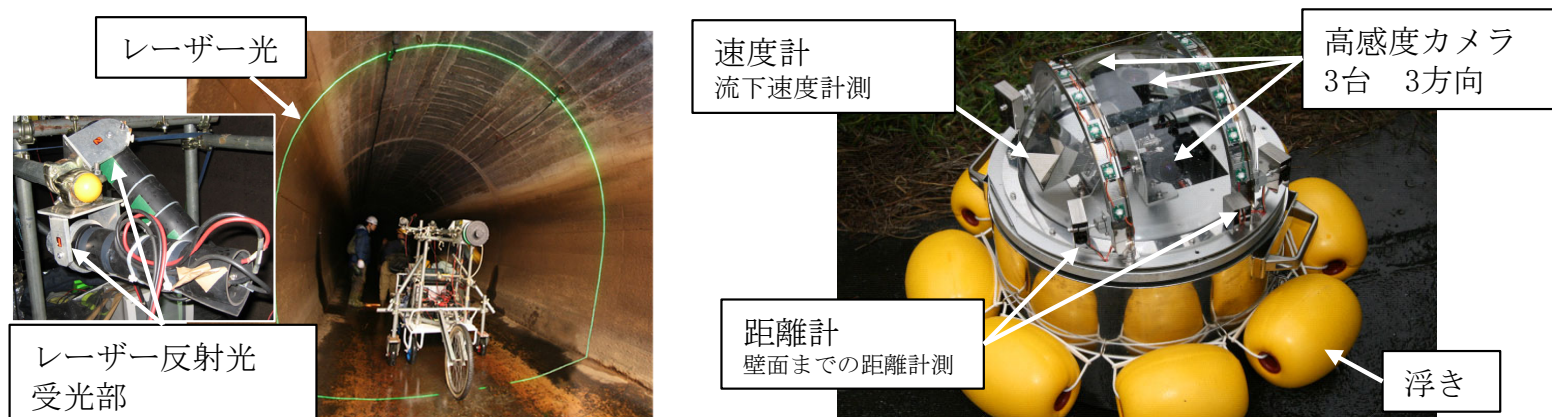

図1 点検装置（左：通水なし、右：通水状態）
2. 水路トンネル内部に水がない場合は、レーザー発射装置と、壁面に照射されたレーザーの反射光量を計測する装置を取り付けた車両（図1左）を通行させることにより、水路トンネル壁面のひび割れ、湧水などを映像として高精度に記録することが可能です。
3. 上水道や工業用水等と兼用されていて、断水することが困難な場合等、水路トンネル内部に水がある場合は、通水状態で内部の状況を確認する壁面画像撮影装置（図1右）が有効です。水路トンネル上流坑口から装置を流下させ、下流坑口で回収するまでの間、水路トンネル壁面を動画として記録します。流下中、装置が回転しても、カメラは壁面に正対する「自動追尾機能」を備えているので、見落としが発生しません。人が中に入らずに調査可能であり、地震後の点検にも有効です。この技術は、東日本大震災における水道用水路トンネルの応急点検として活用されました。